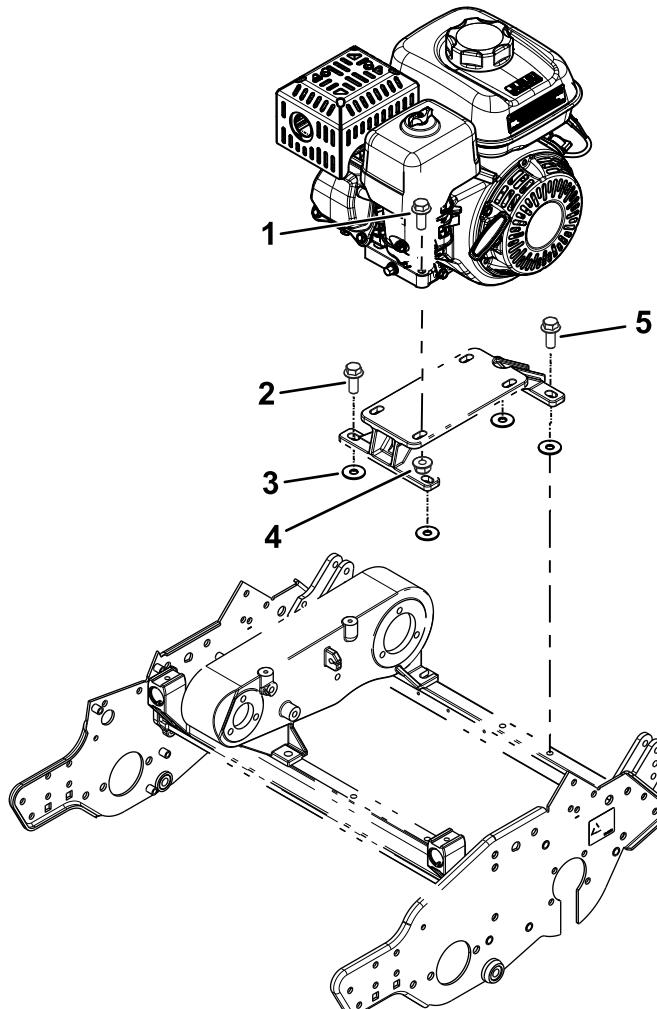

Figura 4
3. Instale o suporte de montagem do motor na máquina com os parafusos previamente removidos e quatro anilhas (3/8 pol. x 1 1/8 pol.) como se mostra na Figura 4.
Instale, sem apertar, o parafuso traseiro esquerdo do motor (mostrado na Figura 4).
4. Monte o motor no suporte de montagem do motor utilizando os parafusos e porcas previamente removidos (Figura 4).
8. Retire o parafuso traseiro esquerdo da base do motor (Figura 4) e utilize o parafuso para prender o grampo em R e cabo do acelerador à base do motor.
10. Aperte todos os parafusos de montagem do motor e do suporte de montagem do motor (Figura 4).